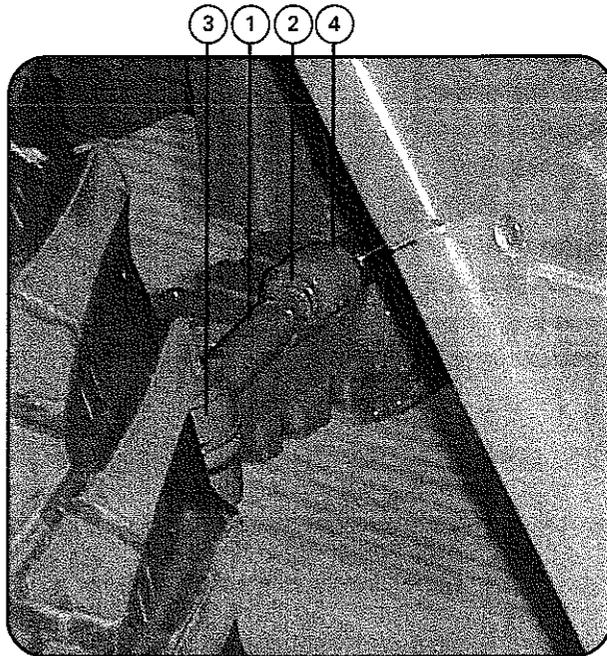

Fig. 17
1) DIRECCION (Fig. 17)
1a) REGULACIÓN DEL ANGULO DE GIRO DE LAS RUEDAS (Fig. 17)